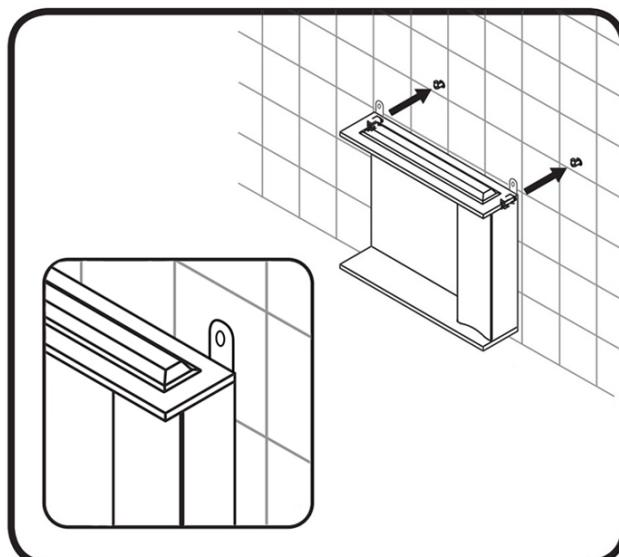

Рис.5 МОНТАЖ ЗЕРКАЛА
- После того, как вы установили оба анкерных болта и подключили зеркало к выводу на 220V, можно вешать зеркало (рис.5).